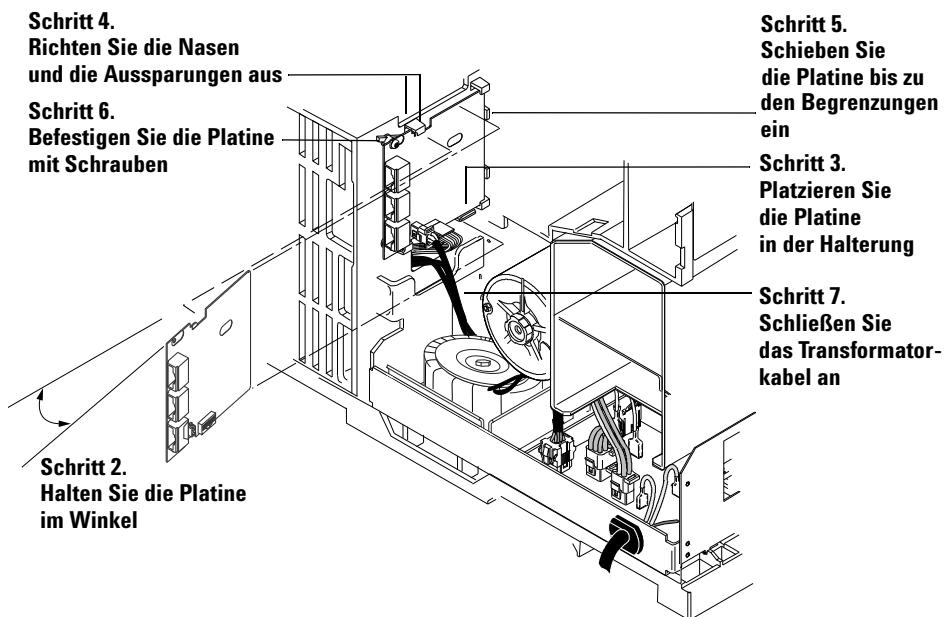
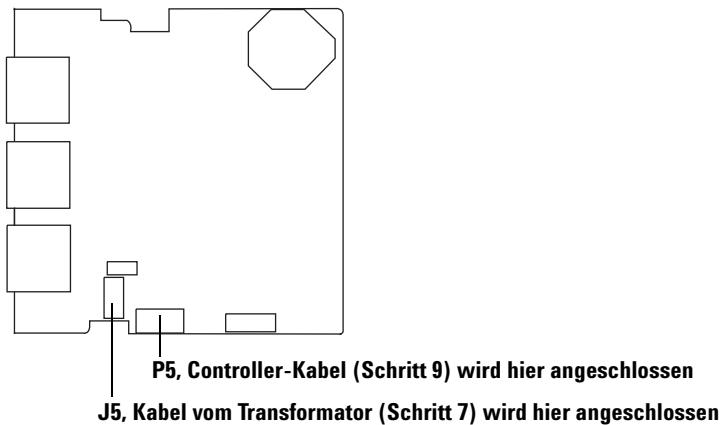
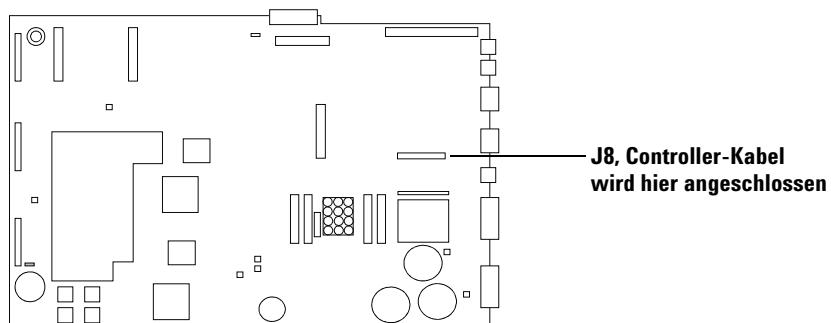

Abb. 33 Installieren der ALS-Schnittstellenplatine
Abb. 34 ALS-Schnittstellenanschlüsse
Abb. 36 GC-Hauptplatine
- 2 Halten Sie die Platine gerade und leicht im Winkel (Abbildung 33).
- 6 Befestigen Sie die Platine mit zwei Schrauben am Gehäuse. Die Platine sollte nicht zu sehr gegen die Verriegelungsnase gedrückt oder gebogen werden (Abbildung 33).
- 7 Nehmen Sie das 2-Draht-Kabel, das vom Transformator ausgeht, und verbinden Sie es bei J5 mit der ALS-Schnittstellenplatine. (Abbildung 33 und Abbildung 34).
- 9** Verbinden Sie das Controller-PCB-Kabel, Teilenummer G2612-60510, mit der Hauptplatine bei J8 und der ALS-Schnittstellenplatte bei P5. Schieben Sie das Kabel durch die Aussparung der Hauptplatine (Abbildung 34 und Abbildung 36).